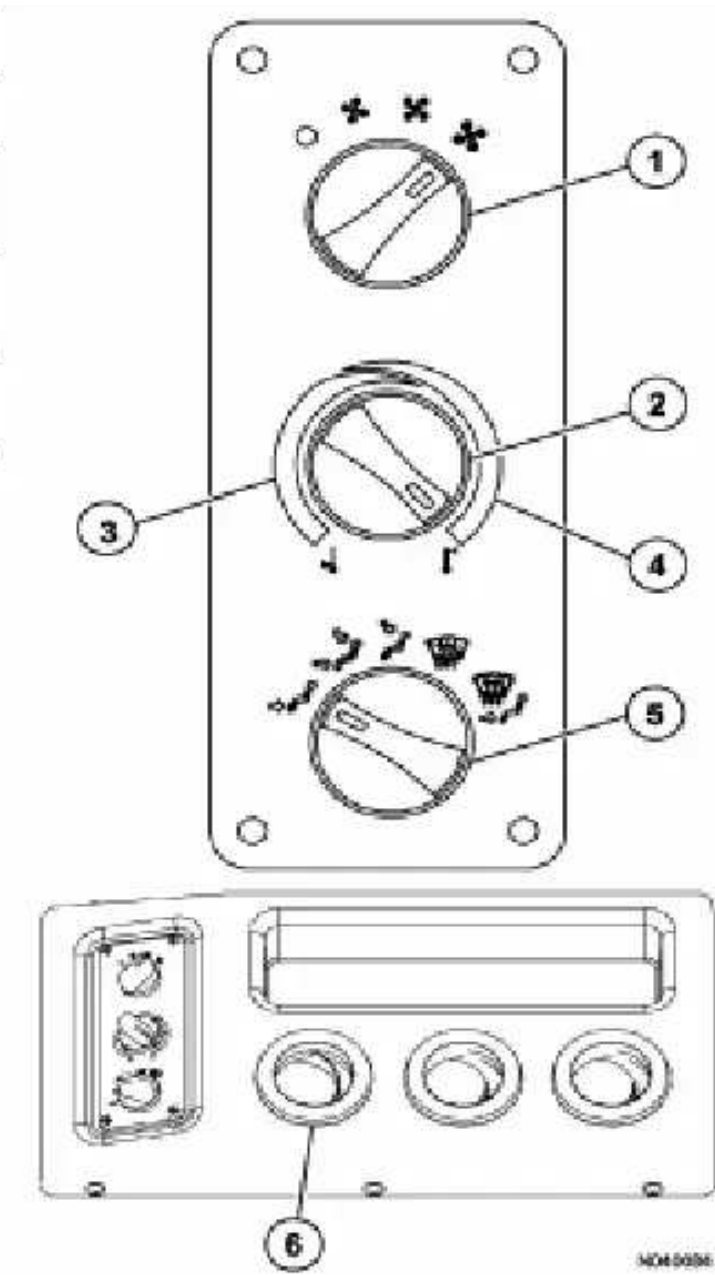

FIGURA 32-6. CONTROLES DEL CALEFACTOR/AIRE ACONDICIONADO
La perilla de control del ventilador (1, Figura 32-6) controla el motor del ventilador de aire de la cabina. El motor del ventilador es un motor de 3 velocidades (bajo, medio y alto). Las velocidades se seleccionan girando la perilla de control hacia la derecha hasta la posición deseada. APAGADO es la posición completamente a la izquierda. La perilla de control y el interruptor del compresor del aire acondicionado deben estar en ON para que el aire acondicionado funcione.
La perilla de control de temperatura (2, Figura 32-6) permite al operador seleccionar una temperatura agradable del aire. La perilla de control determina la operación de los modos del aire acondicionado y calentador. Al girar la perilla hacia la izquierda a la zona azul (3) hará que el compresor de A/C opere entregue temperaturas más frías. La posición completamente hacia la izquierda es el ajuste de aire más frío. Al girar la perilla hacia la derecha a la zona roja (4) afectará el flujo de refrigerante a través del núcleo del calentador y entregará temperaturas más cálidas. La posición completamente hacia la derecha es el ajuste de aire más caliente.
La perilla direccional de flujo de aire (5, Figura 32-6) controla la dirección del flujo de aire. Como se muestra en la continuación:
Los respiraderos del calefactor/aire acondicionado (6, Figura 32-6) se pueden girar en 360°. Hay tres respiraderos en el compartimiento del calefactor/aire acondicionado, cuatro respiraderos en la parte superior del parte de instrumentos. El flujo de aire a través de los respiraderos es controlado por la apertura, cierre o giro manual de las rejillas.